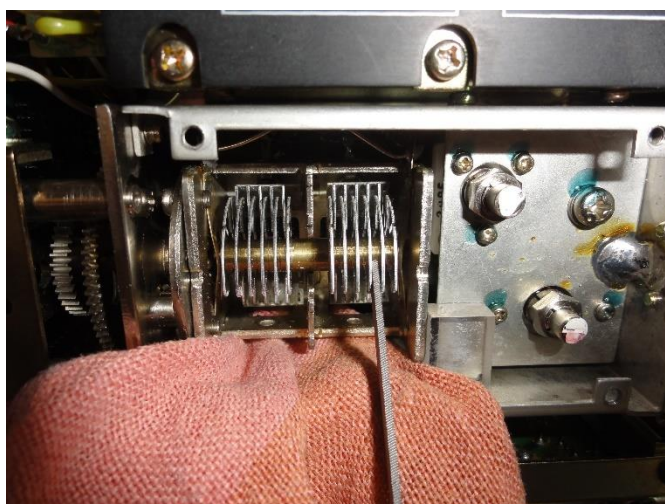

Figura 4
- Cubra la parte inferior del condensador variable con un paño para evitar que las limaduras entren en la unidad. (ver figura 4).